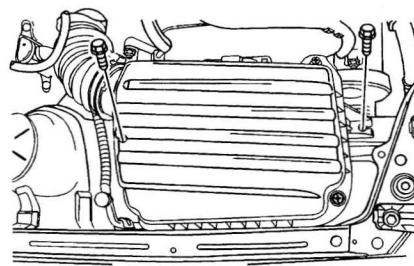

图 1-3-13 安装空气滤清器壳体和壳体螺栓
20. 安装空气滤清器壳体（图 1-3-13）。
21. 安装空气滤清器壳体螺栓（图 1-3-13）。将空气滤清器壳体螺栓紧固至 $10N \cdot m$ 。